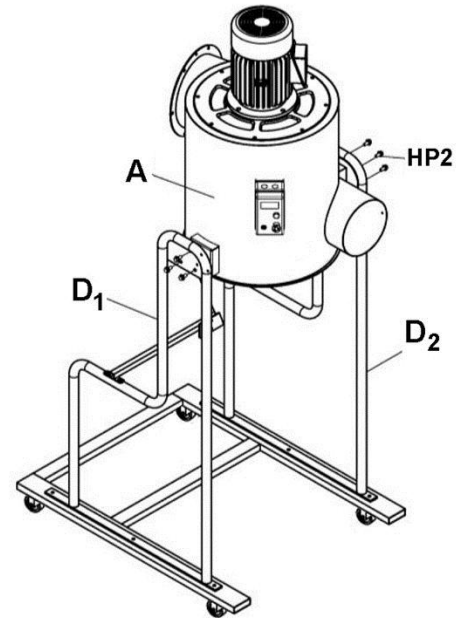

Рис. 5
5. Поднимите основной корпус (A) с помощью подъемного устройства, протянув стропы через кольца, расположенные наверху корпуса. При отсутствии подъемного устройства поднимать корпус должны как минимум 2 человека.
6. Установите корпус (A) между левой и правой стойками (D1, D2) и прикрутите с помощью винтов с шестигранной головкой и фланцем (HP2). См. Рис. 5.